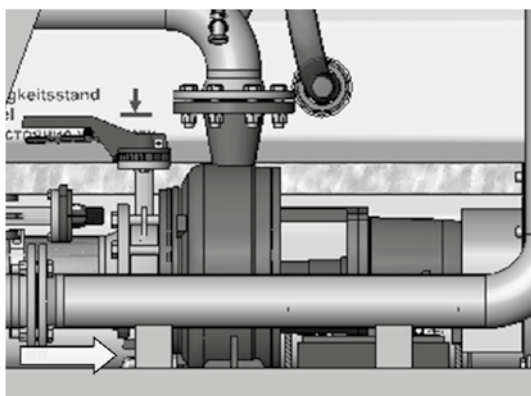

Abb. 38 Pumpenentwässerungshahn
2. Alle Absperrklappen ganz und alle Kugelhähne halb öffnen. Pumpenentwässerungshahn öffnen (siehe Abb. 38).